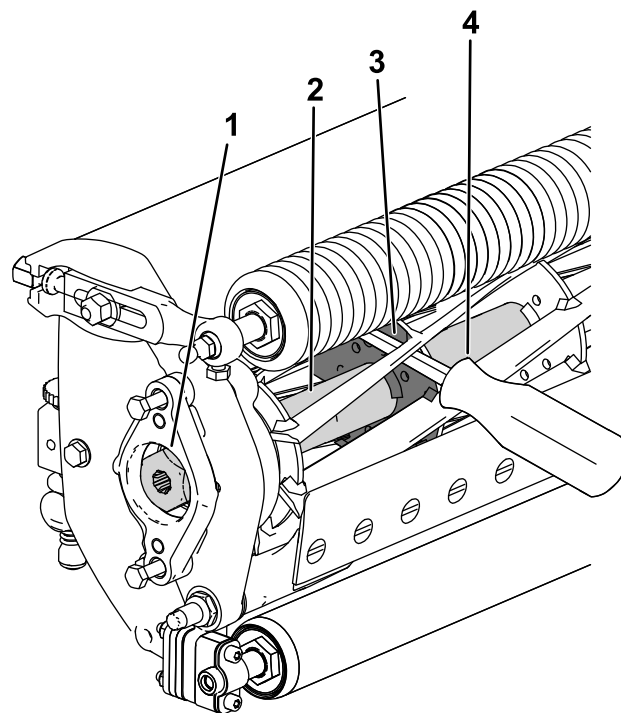

Figura 36
2. Introduzca una palanca de mango largo (se recomienda una palanca de 10 mm x 300 mm con mango de destornillador) a través de la parte inferior del molinete de corte, junto al lado de la unidad de corte a apretar (Figura 36).
3. Coloque la palanca contra la parte soldada de la placa de soporte del molinete (Figura 36).